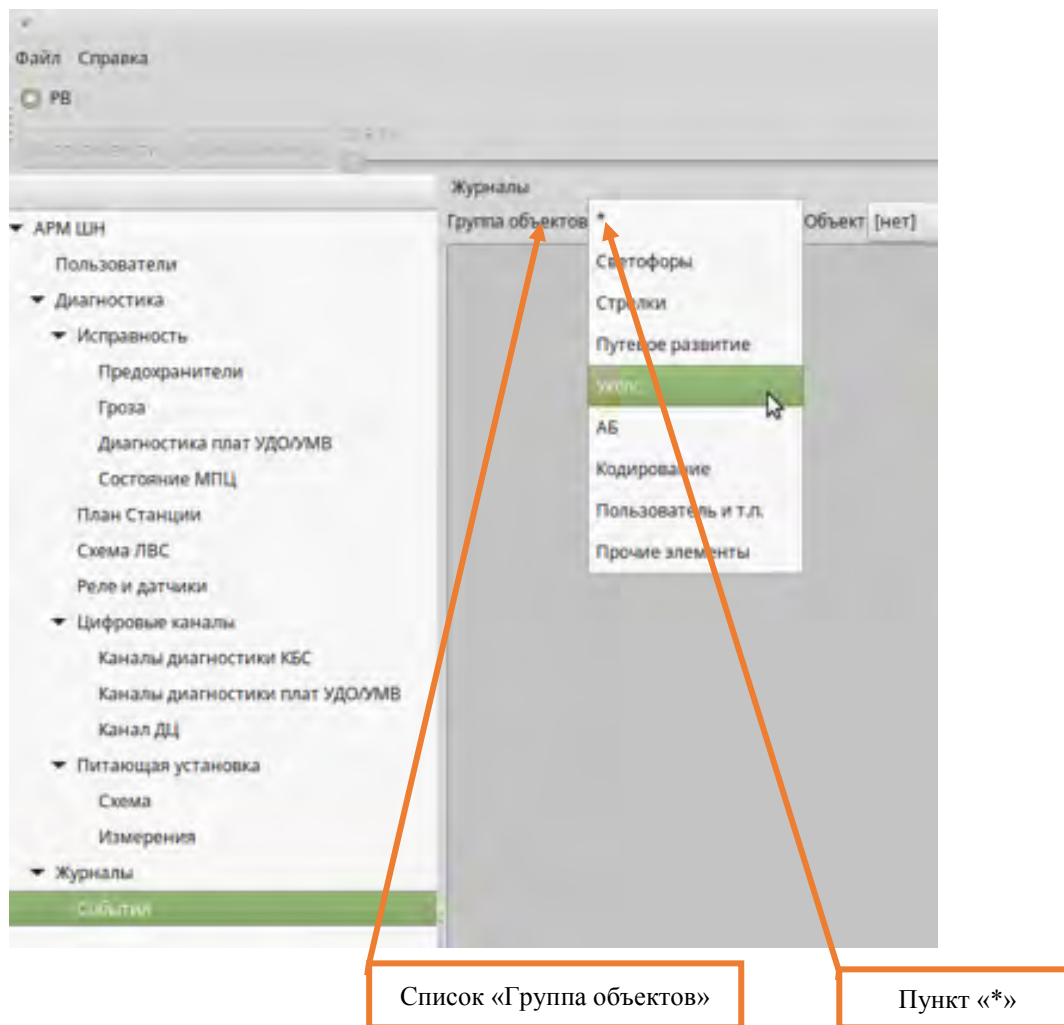

Рисунок 3. Выбор для фильтра группы объектов.
7.1.3. Выбрать тип объектов для настройки фильтров под конкретные устройства (как напольные, так и оборудование, размещенное на посту ЭЦ). В выпадающем списке «Группа объектов» выбрать необходимую группу, по которой будет произведена выборка событий (Рисунок 3).
ВНИМАНИЕ: Для просмотра событий по всем типам объектов выбрать необходимо пункт «*» (Рисунок 3).